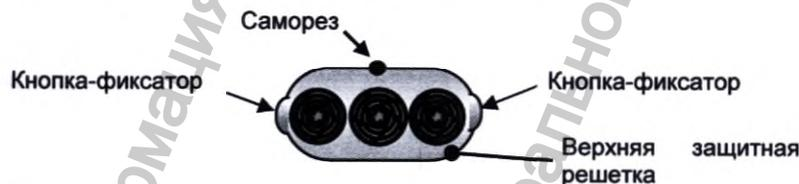

Рис.5
- 5.5. После проведения технического осмотра или ремонта Рециркулятора убедиться, что верхняя защитная решетка зафиксирована самонарезающим винтом (саморезом) (Рис. 5).
- Снять верхнюю защитную решетку, нажав одновременно кнопки-фиксаторы, предварительно открутив саморез (рис.5).
- Установить фильтровальный блок (рис.3) и верхнюю защитную решетку рециркулятора легким нажатием до «щелчка», верхнюю защитную решетку зафиксировать саморезом (рис.5).
- Снять верхнюю защитную решетку, нажав одновременно защелки-фиксаторы, предварительно открутив саморез (рис.5).